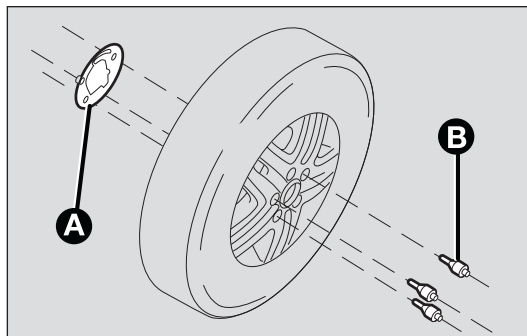

рис. 168
- установите на колесо специальную пластину А – рис. 168 и прикрепите ее прилагаемыми в комплекте винтами В с помощью ключа;